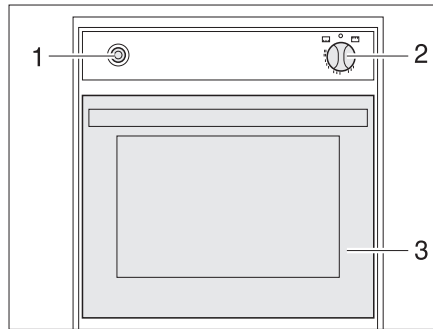

Fig. 128 Horno de gas
- Abrir la puerta del horno (Fig. 128,3) completamente.
- Presionar ligeramente el regulador giratorio (Fig. 128,2) y ponerlo en "🔥" (horno) o "GRILL" (grill).
- Presionar el regulador giratorio (Fig. 128,2) y mantenerlo presionado por 5 a 10 segundos. El gas circula hacia el quemador.
- Presionar el interruptor de encendido (Fig. 128,1) tantas veces como sean necesarias para que arda la llama.
- Girar el regulador giratorio (Fig. 128,2) a "O". La llama se apaga.